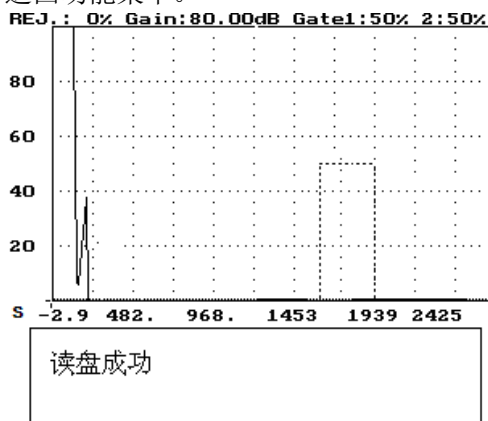
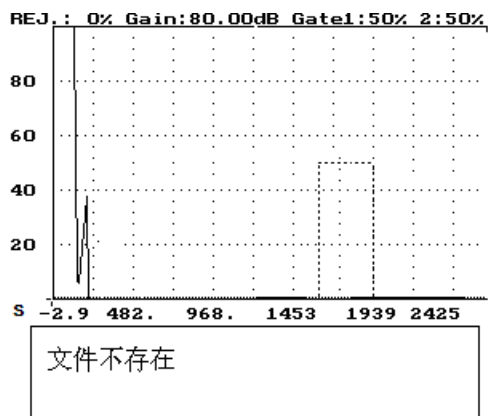
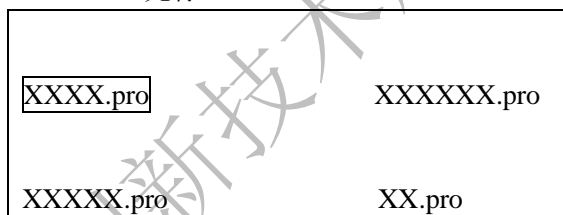

图 18-3
图 18-4
图 18-5
②、
- a 按进入键——调出所需的参数文件，如果仪器内存储有该编号参数文件，则在屏幕下方显示：“读盘成功”，如图 18-3 所示，同时恢复存储该编号参数文件时的探头的各种数据并返回功能菜单。如果仪器内没有存储该编号参数文件，则在屏幕下方显示：“文件不存在”，如图 18-4 所示并返回功能菜单。
- ①、按进入键或退出键——在屏幕下方显示出仪器内存储的所有工艺文件编号菜单，如图 18-5 所示，同时在第一个参数文件编号上有一“口”光标。
- ②、按方向键——移到“口”光标，将“口”光标套住所需调入的参数文件标号。
- ③、a、按进入键——调出所需的参数文件，并在屏幕下方显示：“读盘成功”，如图 18-3 所示，同时恢复存储该编号参数文件时的探头的各种数据并返回功能菜单。
- b、按退出键——放弃参数读盘，同时在屏幕下方显示：“放弃操作”，如图 18-4 所示并返回功能菜单。
- ①、按退出键——确认原有的参数文件编号，调出所需的参数文件，如果仪器内存储有该编号参数文件，则在屏幕下方显示：“读盘成功”。如图 18-3 所示，同时恢复存储该编号参数文件时的探头的各种数据并返回功能菜单。如果仪器内没有存储该编号参数文件，则在屏幕下方显示“文件不存在”，如图 18-4 所示并返回功能菜单。如果仪器存储空间不
②、按进入键——在屏幕下方显示出仪器内存储的所有参数文件编号菜单，如图 18-5 所示，同时在第一个参数文件编号上有一“口”光标。
③、按方向键——移动“口”光标，将“口”光标套住所需调入的参数文件编号。
④、a、按进入键——调出所需的参数文件，并在屏幕下方显示：“读盘成功”，如图 18-3 所示，同时恢复存储该编号参数文件时的探头的各种数据并返回功能菜单。
b、按退出键——放弃参数读盘，同时在屏幕下方显示：“放弃操作”，如图 18-4 所示并返回功能菜单。